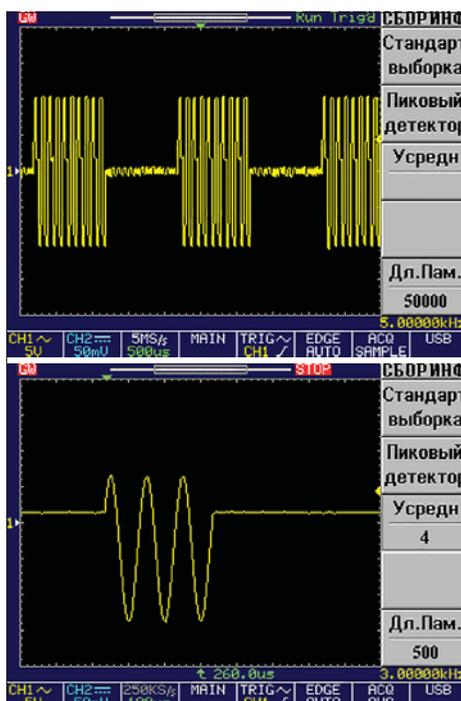

Рис. 4
2. Формирование пакетов (аналог радиоимпульсов, но с более сложной структурой) с различными частотами и формами заполнения (включая произвольную), регулируемой длительностью и периодом повторения пакета. Данный режим является принадлежностью только «профессиональных» генераторов и позволяет значительно расширить их возможности при измерении спектра сигналов или откликов устройств при воздействии импульсов сложной формы. Например, аналогичные импульсы, но более высокочастотные, используются в радиолокации. Пример пакета, формируемого генератором, приведен на рис. 4.